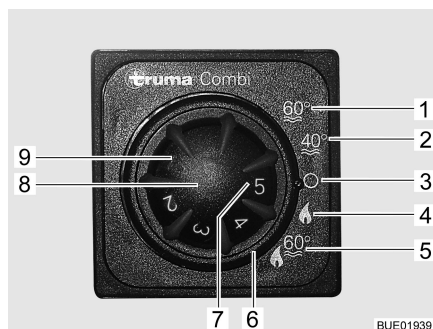

Fig. 58 Unité de commande pour chauffage/chauffe-eau
- Régler le mode de fonctionnement à l'aide de l'interrupteur tournant (Fig. 58,6).
Le chauffage règle le degré d'allumage automatiquement en fonction de la température ambiante requise. Une fois que la température ambiante désirée est atteinte, le brûleur s'éteint. En mode "Chauffage et préparation de l'eau chaude" (Fig. 58,5) l'eau aussi est chauffée dans le chauffe-eau. Le chauffage peut fonctionner en mode de fonctionnement "Chauffage uniquement" (Fig. 58,4) quand le chauffe-eau est vide.
- Régler le bouton tournant de température (Fig. 58,8) de l'unité de commande sur la température de chauffage désirée.
- Régler l'interrupteur tournant (Fig. 58,6) en régime hiver "Chauffage uniquement" (Fig. 58,4) ou en régime hiver "Chauffage et préparation d'eau chaude" (Fig. 58,5).
Le voyant de contrôle vert (Fig. 58,7) s'allume.
- Régler l'interrupteur tournant (Fig. 58,6) sur "O" (Fig. 58,3).